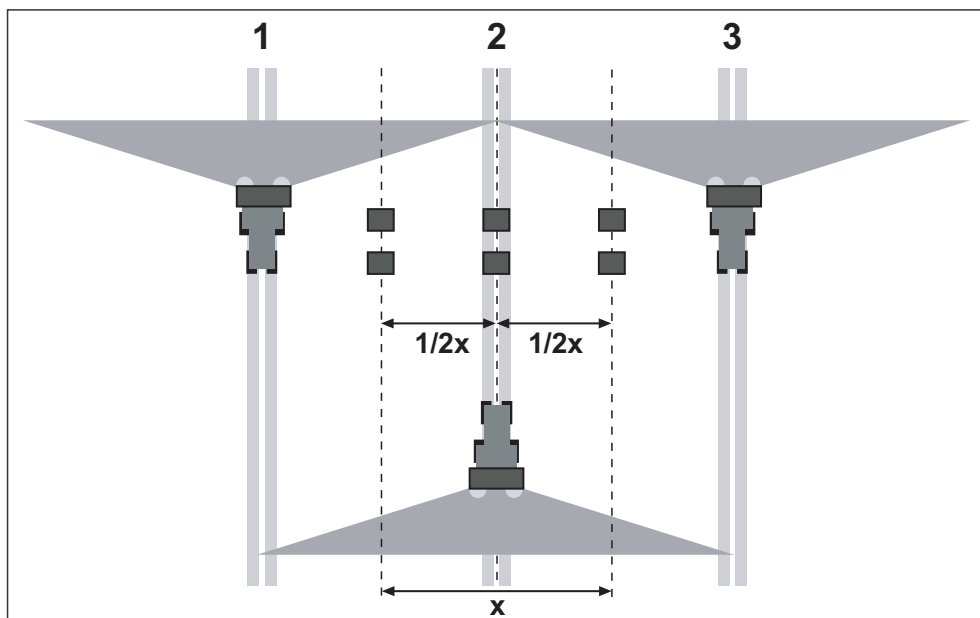

Bild 7.28: Aufstellung für drei Überfahrten
- Je zwei Auffangschalen im Abstand von **1 m** hintereinander in den Überlappungszonen und in der mittleren Fahrspur aufstellen (entsprechend Bild 7.28).